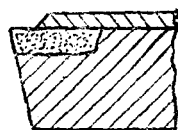

图 2
2. 在刀具前面上焊一小块切屑折断器（见图2），切屑仍然不断。